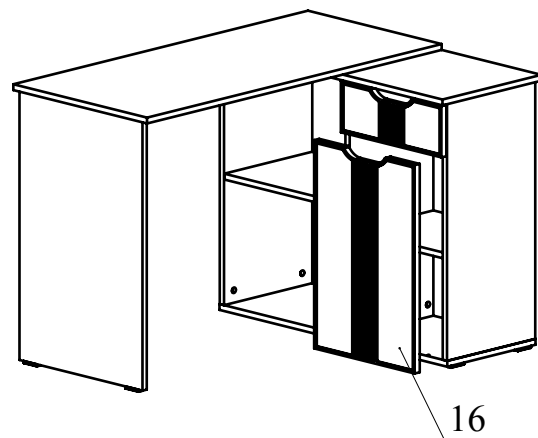

Рис. 15
13. Установите дверь 16, закрепив при помощи евровинтов ответные планки петель на детали 8. Необходимое отверстие под ручку досверлите насквозь сверлом диаметром 5мм (Рис. 15). Закрепите ручку на двери при помощи шурупа 4х30 с круглой головкой.